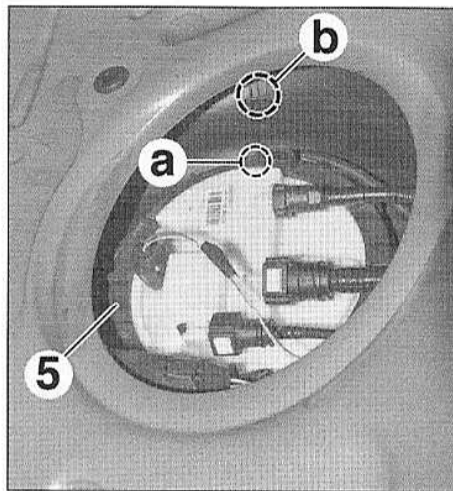

FIG.46
- Remplacer le joint d'étanchéité (7) en veillant à son bon positionnement.
- Reposer la jauge à carburant (6) sur le réservoir.
- A l'aide de l'outil [1], serrer la bague-écrou (5) jusqu'à ce que les repères (a) et (b) soient alignés (Fig.46).